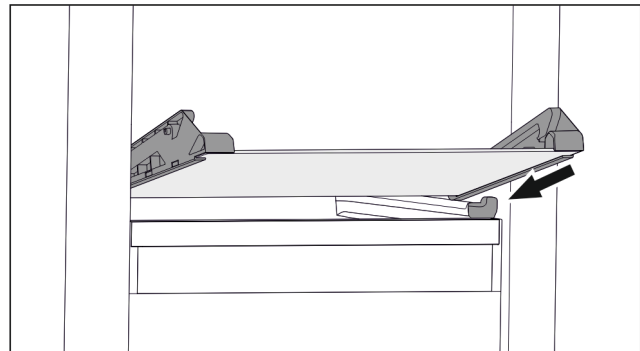

Fig. 62 Placa de vidrio del cajón inclinable
- ▶ Coloque la placa de vidrio inclinada detrás de los topes. (consulte Fig. 62)